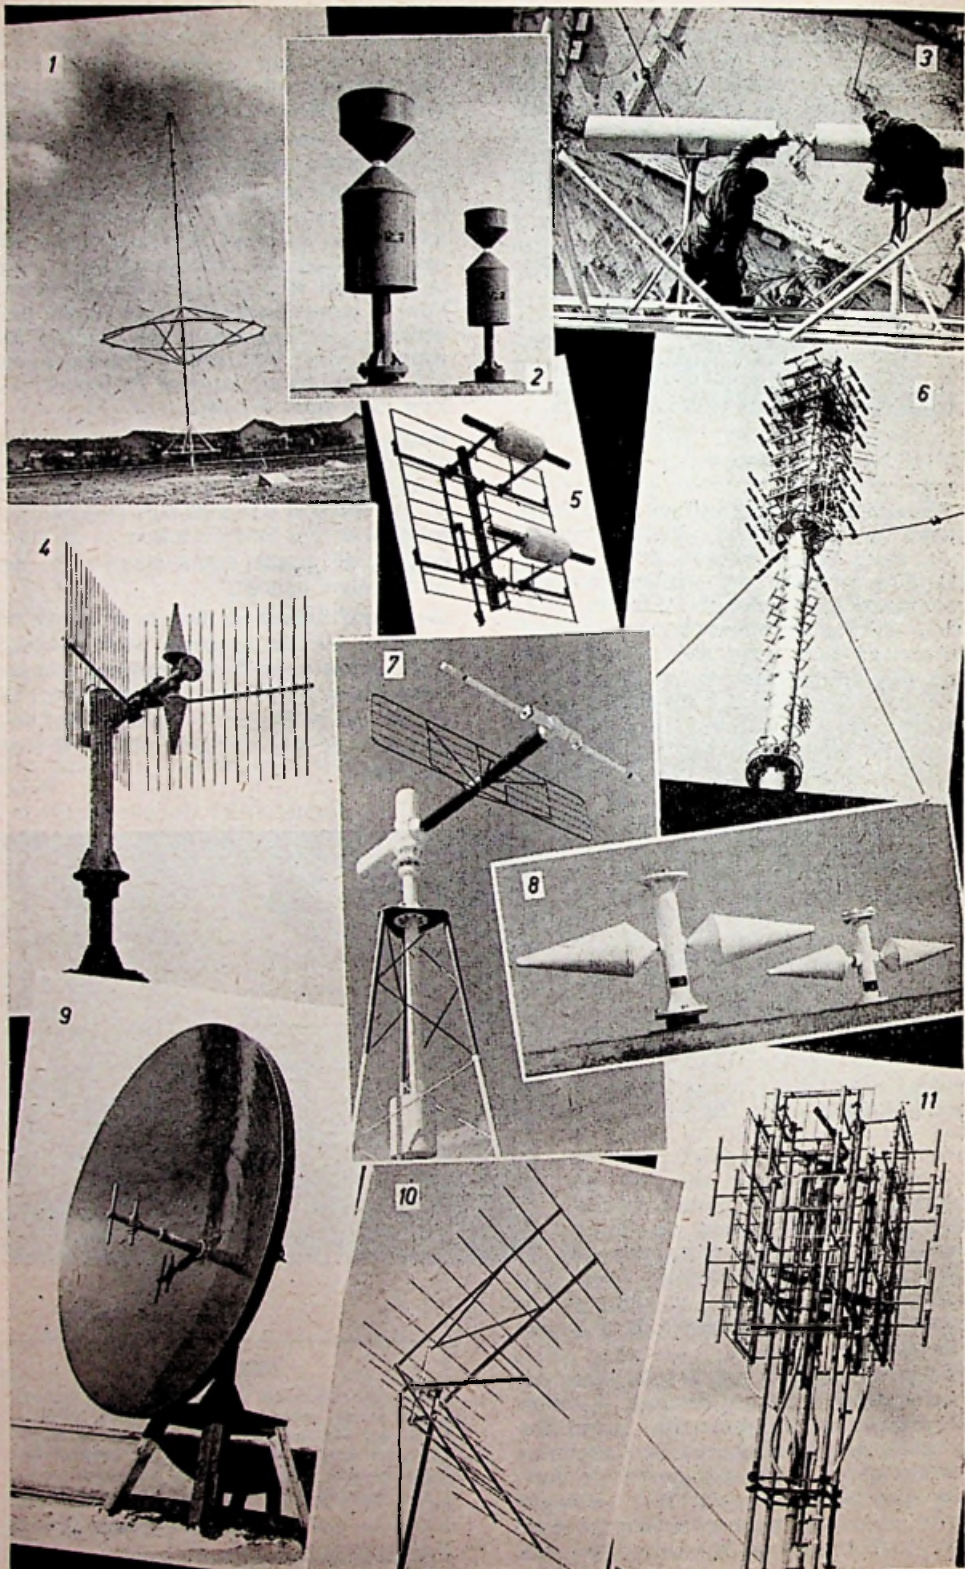

Afb. 9
gaskraan wordt aangesloten. Deze slang, welke in ieder geval van een mondstuk moet zijn voorzien, zal niet verbranden, immers uw rubber gasslang verbrandt toch ook niet (afb. 9).
Door de laatst opgebrachte zandlaag vermengd met waterglas te verhitten met de „tuin”-gasvlam wordt zij binnen een half uur zó hard dat er geen luciferhoutje doorheen kan worden geprikt. We behoeven dus in het geheel niet bang te zijn dat de vorm niet voldoende stevigheid zal bezitten om de betonnen constructie te kunnen dragen. De teil op afb. 9 doet dienst om de warmte zoveel mogelijk vast te houden. Om te voorkomen dat het zand van de aldus verkregen vorm aan het aan te brengen cement blijft plakken moet een scheidingslaagje worden aangebracht, dat bestaat uit kleine stukjes natgemaakt krantenpapier. Hier overheen komt nu de reeds aangemaakte cementspecie (d u n l a a g j e).
- Afb. 9. Parabolische reflector en verticaal geplaatste antenne. De geheel metalen reflector werkt als een holle spiegel en hiermede wordt een zeer smalle bundeling van de uitgezonden of ontvangen golven bereikt voor de in het brandpunt opgestelde antenne.